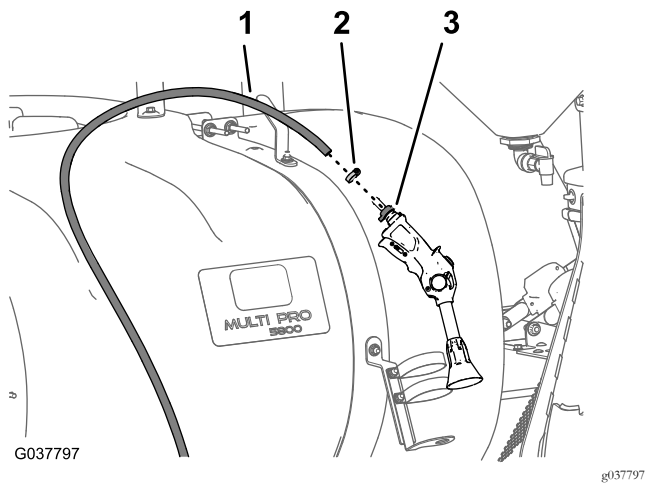

図 39
1. 給液ホースをスプレーガンのバープに固定しているホースクランプを外す 図 39。
2. ホースバーブからホースを取り外す 図 39。